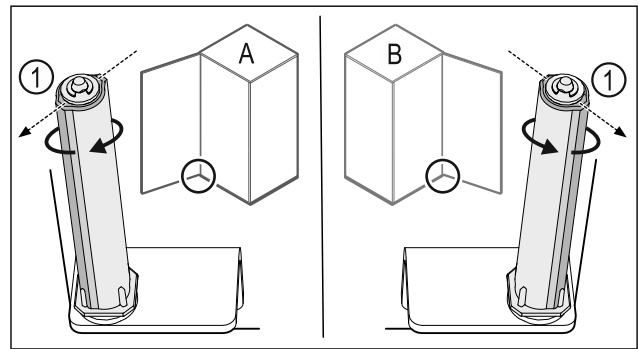

Fig. 45 Linkeraanslag (A) / rechteraanslag (B)
- Sluitsysteem tegen de weerstand in draaien, tot de stang van het sluitsysteem Fig. 45 (1) naar buiten wijst.